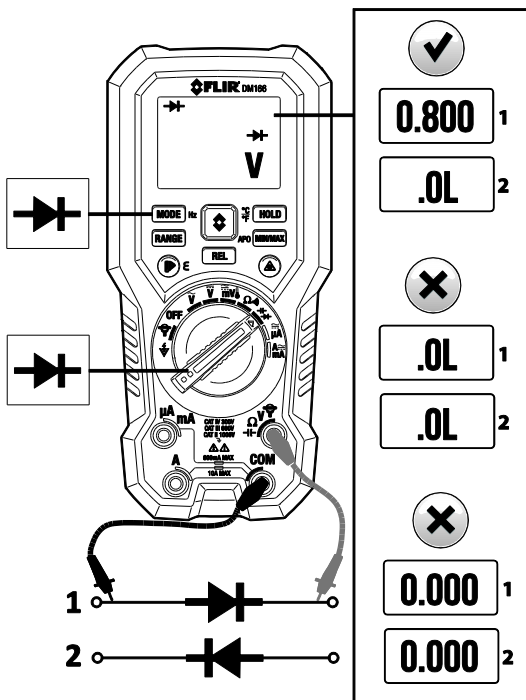

Fig. 6-5 Test de diode
3. Avec la pointe de la sonde, touchez la diode ou la jonction semi-conductrice en cours de test dans une polarité (sens), puis dans la polarité opposée, comme illustré sur la **fig. 6-5**.